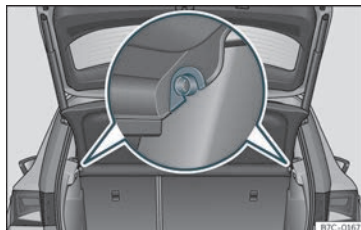

Fig. 106 Al maleter: desmuntar i muntar la safata.
- Desencaixeu la safata dels suports laterals >>> **fig. 106** estirant-la cap amunt i extraieu la safata.
- Introduïu la safata horitzontalment fent coincidir la "ferradura" sobre l'eix dels suports >>> **fig. 106** i premeu cap avall fins que encaixin.